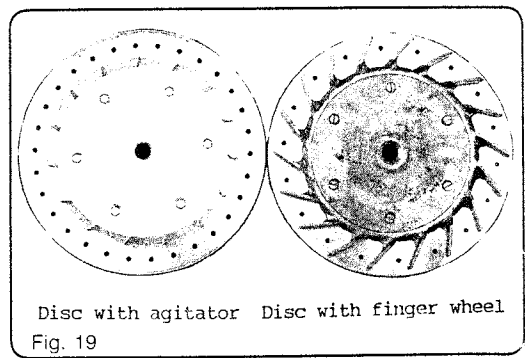

Fig. 19
- Disque de distribution avec agitateur ou roue à ailettes (fig. 19)
Principaux disques avec agitateur (fig. 19) disponibles :
Ce boîtier accepte aussi des disques montés sur roue à ailettes traditionnelle (fig. 19).
Main seed disc with agitator (fig. 19) available :
This metering box will also handle seed disc mounted to a traditional finger wheel (fig. 19).